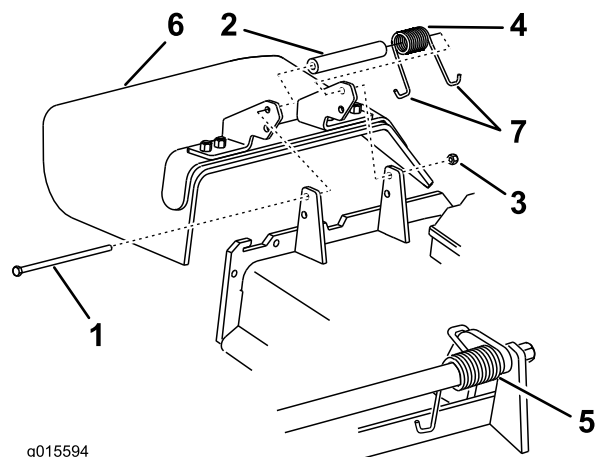

Bild 82
1. Entfernen Sie die Sicherungsmutter, Schraube, Feder und das Distanzstück, mit denen das Ablenkblech an den Drehhalterungen befestigt ist (Bild 82). Entfernen Sie defekte oder abgenutzte Ablenkbleche.
Hinweis: Achten Sie darauf, dass ein J-förmiges Federende hinter der Mähwerkkante installiert wird, bevor Sie die Schraube wie in Bild 82 gezeigt einsetzen.
3. Setzen Sie Schraube und Mutter ein. Führen Sie ein J-förmiges Hakenende der Feder um das Ablenkblech (Bild 82).